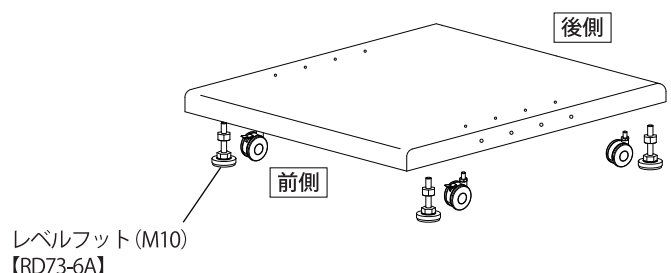

図2
レベルフットを①穴にキャスターを②穴に取り付けてください。(図2)